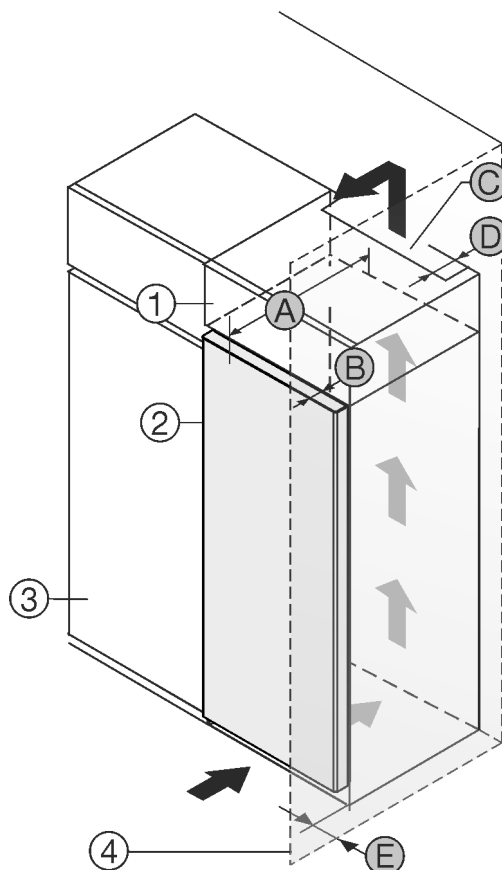

Fig. 1
- (1) Nastavná skříňka\*
- (2) Příklad\*
- (3) Kuchyňská skříň\*
- (4) Stěna\*
- (A) Hloubka přístroje\*
- (B) Hloubka dvířek\*
- (C) Ventilační průřez\*
- (D) Vzdálenost zadní strany přístroje\*
- (E) Vzdálenost k zadní straně přístroje\*
Můžete přístroj nainstalovat přímo vedle kuchyňské skřínky Fig. 1 (3)\*
Na zadní straně nastavné skřínky musí být větrací šachta hluboká Fig. 1 (D) přes celou šířku nastavné skřínky.\*
Pod stropem místnosti musí být dodržen ventilační průřez Fig. 1 (C)\*
Když přístroj instalujete závěsy vedle stěny Fig. 1 (4), musí být vzdálenost mezi přístrojem a stěnou minimálně 13 mm.\*
Když přístroj instalujete závěsy vedle stěny Fig. 1 (4), musí být vzdálenost mezi přístrojem a stěnou minimálně 20 mm.\*
Aby bylo možné dvířka plně otevřít, musí přístroj přesahovat o hloubku dvířek Fig. 1 (B) vůči přední linii kuchyňské skřínky. V závislosti na hloubce kuchyňských skříněk Fig. 1 (3) a použití vymezovačů odstup od stěny může přístroj vyčnívat dále.\*